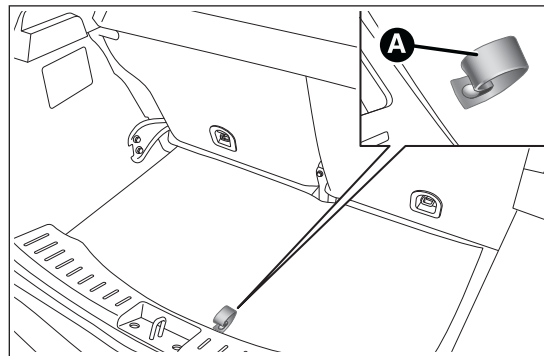

fig. 101
- aprire il bagagliaio, tirare la linguetta A fig. 101 e sollevare verso l'alto il tappeto di rivestimento;